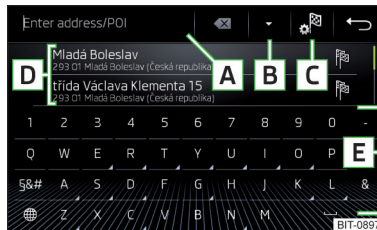
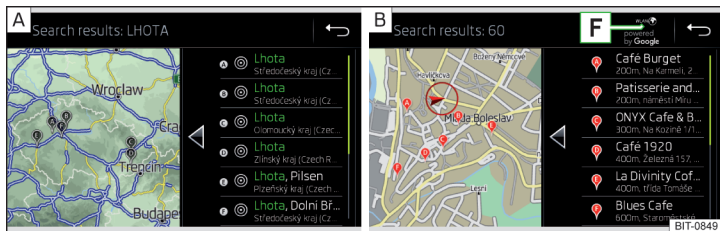

Fig. 216
Fig. 217 Lista destinațiilor căutate: în datele de navigație/online
Suprafețe de comandă funcții » fig. 216 și » fig. 217
În zona **D** » fig. 216, se afișează o listă a destinațiilor căutate.
- ▶ **sau:** Atingeți suprafața de comandă funcții **B** » fig. 216.
- 📍 Destinații căutate în datele de navigație » fig. 217 - **A**.
- 📍 Destinații căutate online » fig. 217 - **B**.